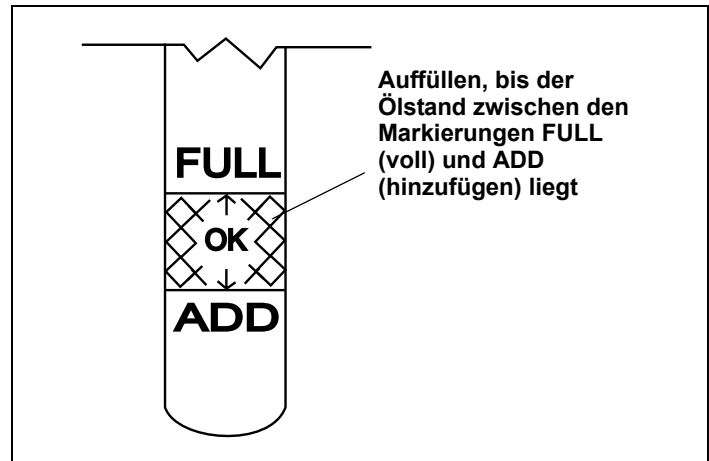

Abbildung 5. Motorölstand
- Den Ölstand zwischen den Markierungen FULL (voll) und ADD (hinzufügen) auf dem Messstab halten. Siehe Abbildung 5.
4. Den Öleinfülldeckel vom Öleinfüllrohr abschrauben und abnehmen. Den Ölstand nachsehen. Wenn der Ölstand auf dem Messstab unter der Markierung ADD (hinzufügen) liegt, langsam Öl einfüllen, bis der Ölstand die Markierung FULL (voll) erreicht. Siehe Abbildung 5.